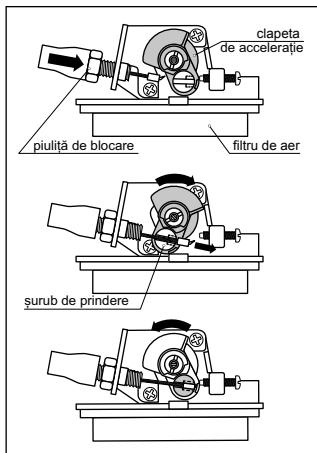

fig. 6
- Fixați cablul pe motor și așezați capătul cablului în conectorul clapei de accelerație (fig. 6).